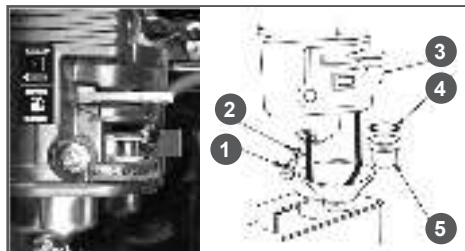

Рис. 12 Обслуживание фильтра-отстойника карбюратора
1. Установите топливный рычаг в положение OFF (закрыто) Рис. 12.